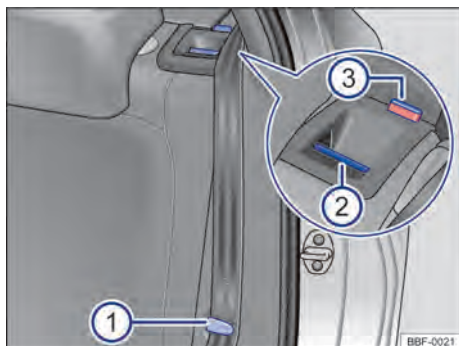

Fig. 68 No encosto do banco traseiro: botão de desbloqueio.
- Encaixar os cadarços dos cintos nos respectivos alojamentos no revestimento lateral → Fig. 68 ①
- Puxar o botão de destravamento → Fig. 68 ② para frente e, ao mesmo tempo, rebater o encosto do banco traseiro para frente.
- A respectiva parte de encosto do banco traseiro estará destravada quando a marcação vermelha → Fig. 68 ③ estiver visível.
- A marcação vermelha → Fig. 68 ③ não pode mais estar visível.